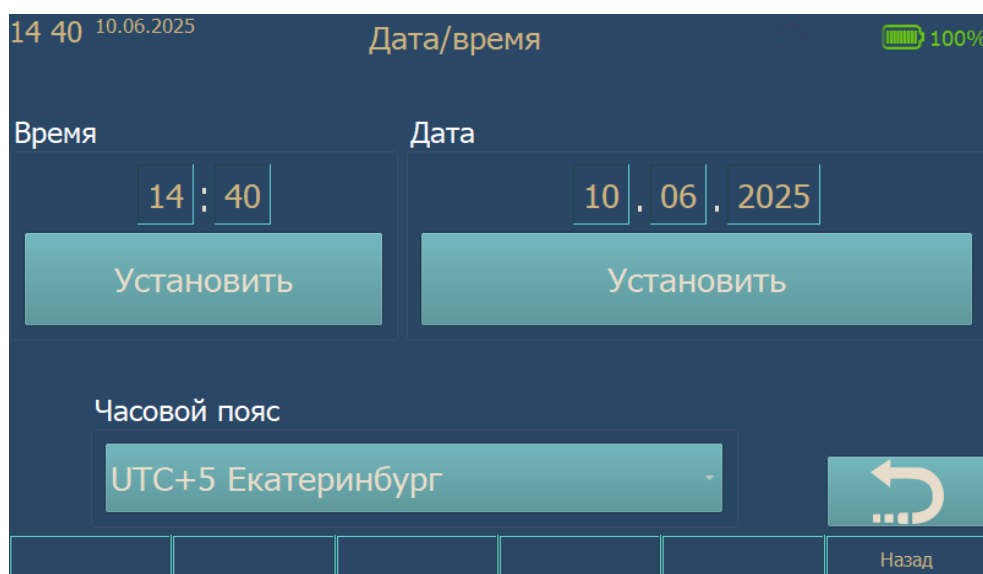

Рис. 20. Настройки даты/времени
3.1.2. Пункт «Дата и время» открывает окно настроек даты и времени. Внешний вид окна настроек представлен на рис. 20.